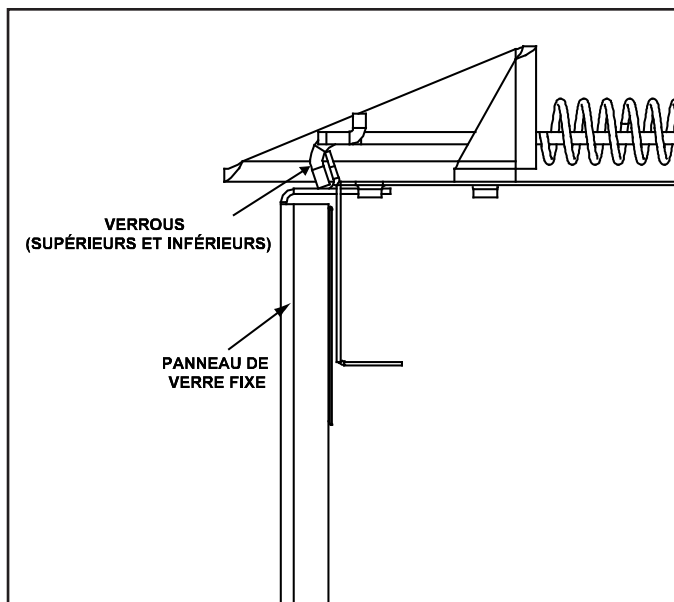

Figure 4.1 Panneau de verre fixe
- Sortez les quatre verrous du panneau de verre fixe hors de la rainure du cadre. Enlevez la porte vitrée de l'appareil. Voir la figure 4.1.
- Remettez en place la porte vitrée de l'appareil. Tirez et verrouillez les quatre verrous du panneau de verre dans la rainure du cadre de la vitre. Voir la figure 4.1.